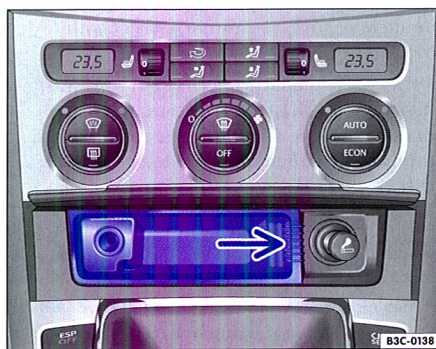

Fig. 91 Scrumiera față: Scoaterea
– Prindeți scrumiera de părțile laterale ⇒ fig. 91 (săgeata) și scoateți-o afară ridicând-o.